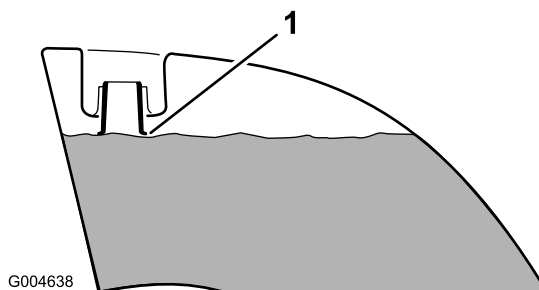

Figura 39
4. Añada combustible a ambos depósitos hasta que el nivel llegue al extremo inferior del cuello de llenado (Figura 39). **No llene demasiado los depósitos.**